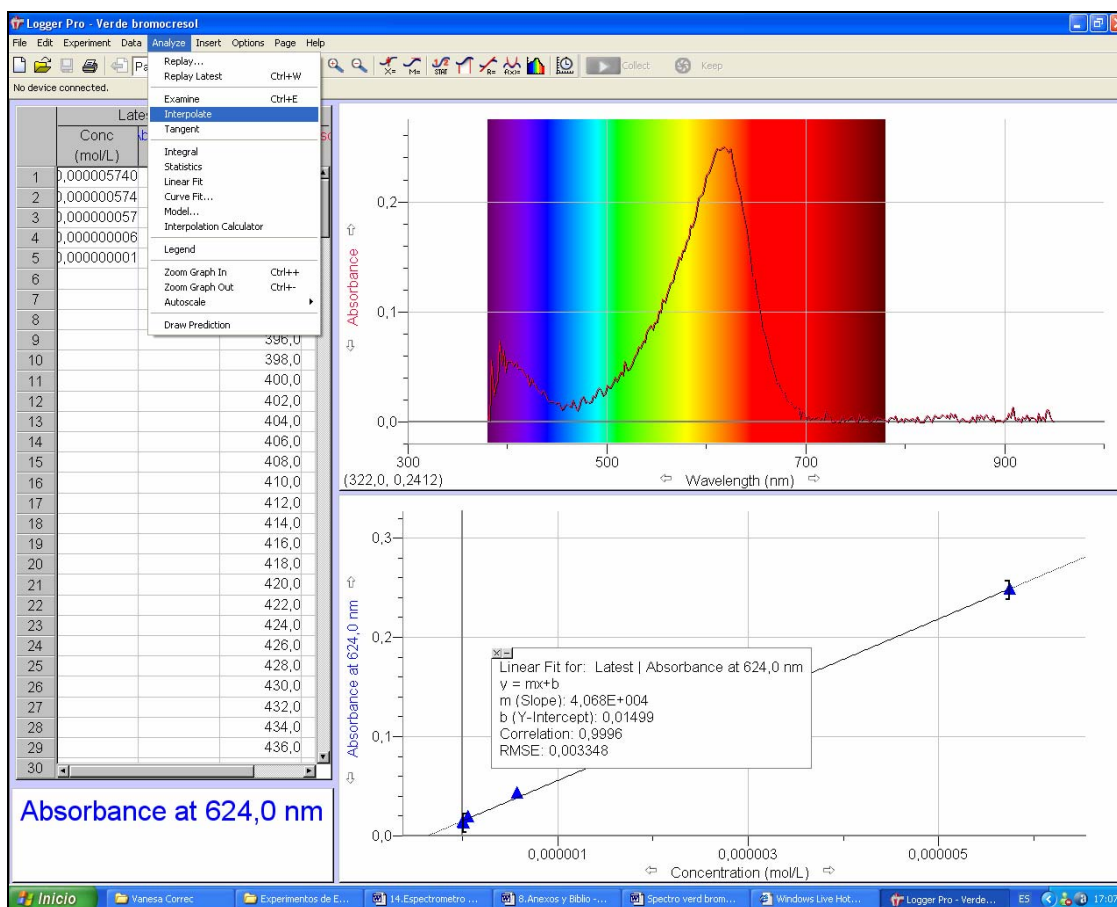

Figura 11.ESP. Imagen que muestra donde se encuentra la calculadora de Interpolación.
3. Colocar una muestra desconocida en el sostén de celdas. Seleccione la Calculadora de Interpolación “Interpolate” del menú de Analizar (“Analyze”) como se muestra en la Figura 11.ESP. Un recuadro de ayuda aparece, desplegando la absorbancia y la concentración de dicha muestra.